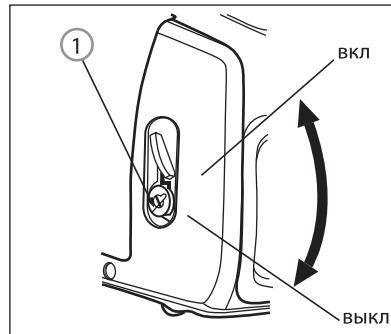

Рис. 18
В аварийной ситуации для остановки двигателя переведите выключатель 1 двигателя в положение «Выкл» (рис. 18).
3. Переведите выключатель двигателя в положение «Выкл» (рис. 18).